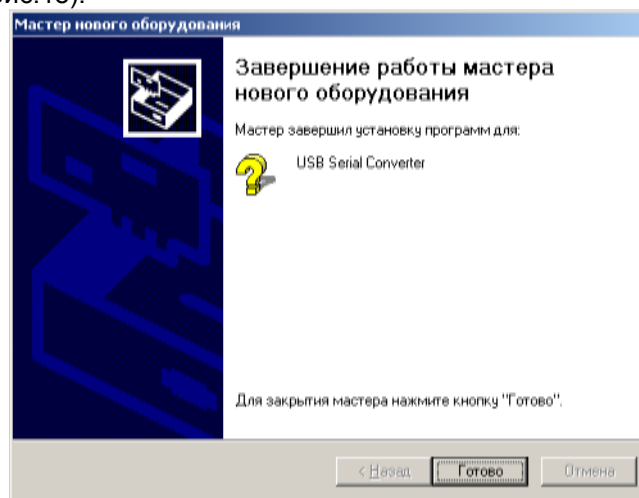

Рис. 18. Завершение установки USB Serial Converter.
11) После завершения копирования файлов появится страница о завершении установки устройства **USB Serial Converter** (рис.18).